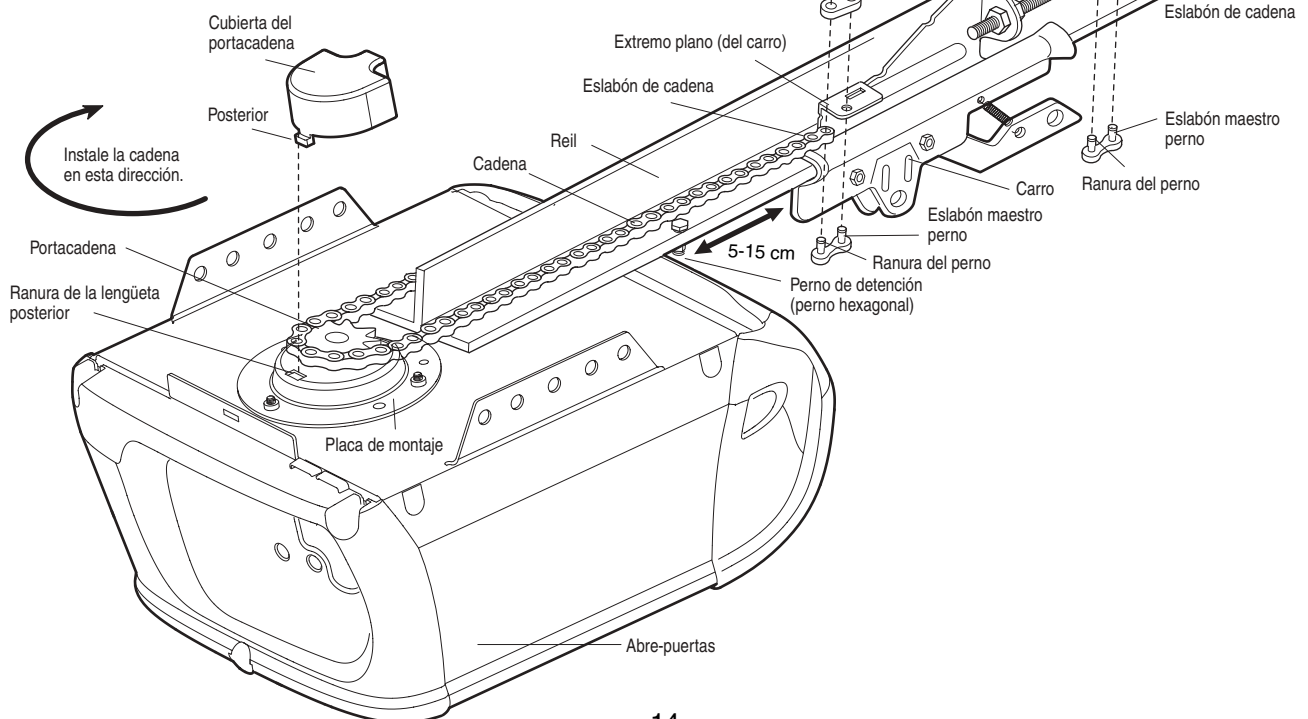

Figura 1
3. Utilizar el segundo eslabón para conectar la cadena al extremo plano del perno roscado (Figura 1).